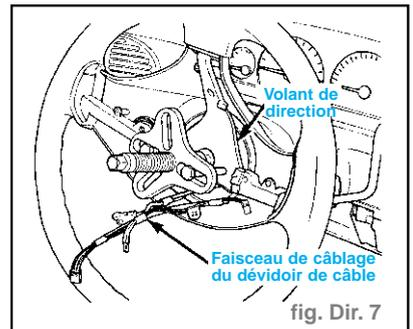

fig. Dir. 7
Attention : Lors de la pose des boulons d'extracteur de volant dans le volant de direction, ne pas visser le boulon dans le volant de plus de 12 mm environ, sous peine d'endommager le dévidoir de câble. (fig. Dir. 7)
- Déposer le volant de l'arbre de colonne de direction en utilisant un extracteur de volant de direction. (fig. Dir. 7)